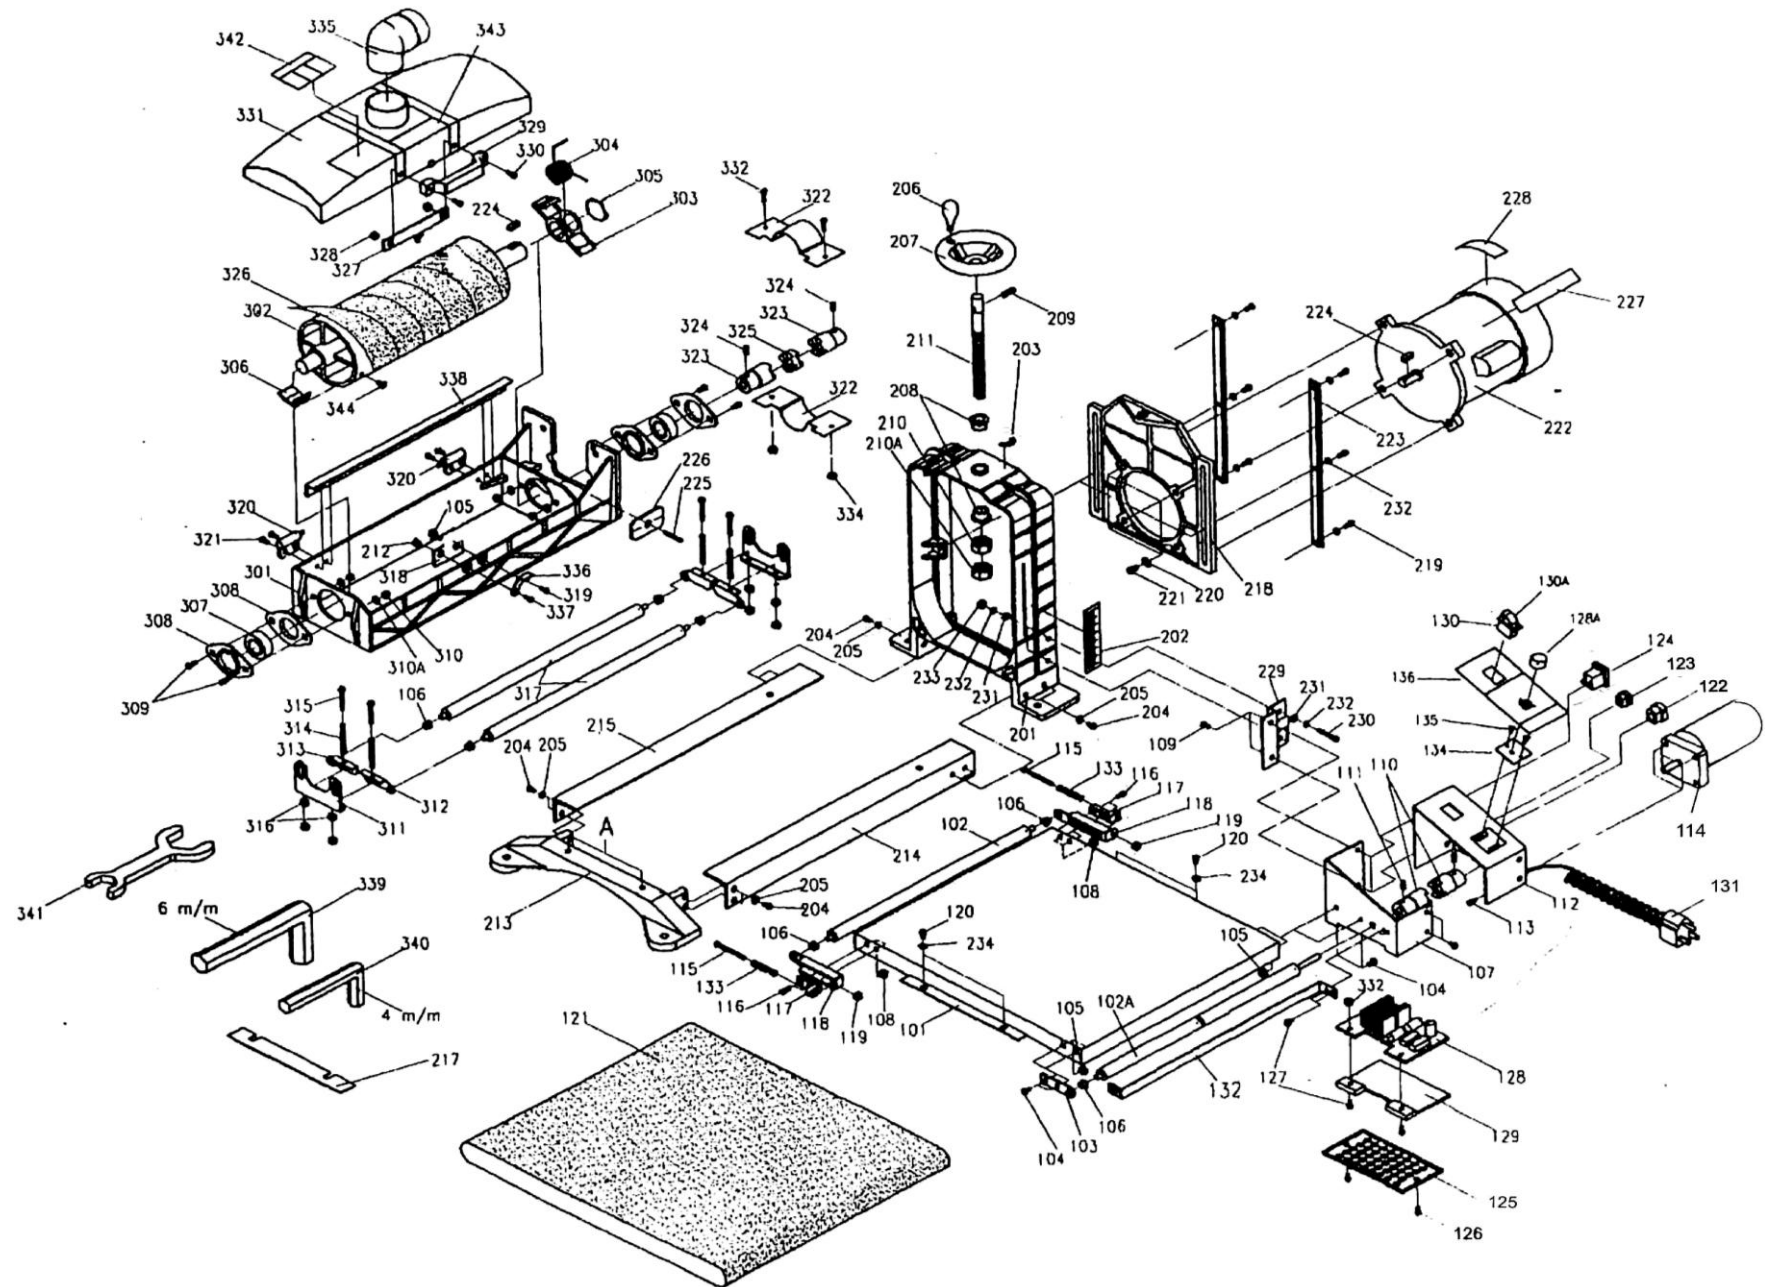

Рис. 1
**Детали сборки «Корвет 57» (Рис. 1)**